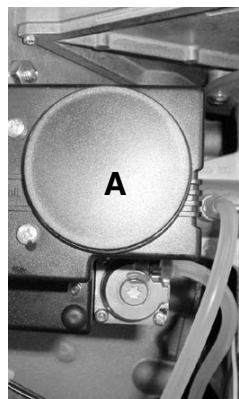

fig. 13-1
- accedere frontalmente alla caldaia, togliere il tappo **A** (fig. 13-1) e agire sul regolatore di portata della valvola gas (figura 13-2; una rotazione di 180° produce una variazione di circa 0,2% di CO₂);